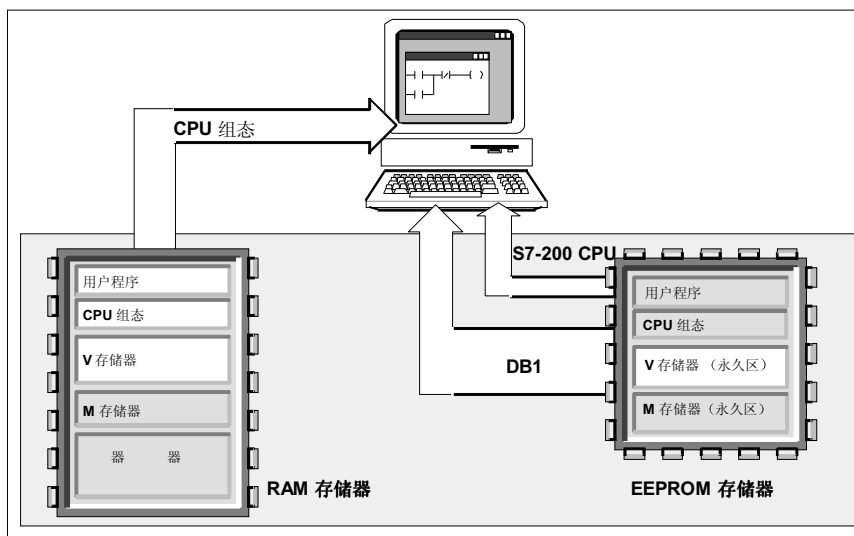

图 5-13 上装程序元素
当从 CPU 上装一个程序时，如图 5-13 所示，用户程序及 CPU 配置从 RAM中上装到个人计算机 (PC)。当上装数据块时，存于 EEPROM 中的永久数据块将同存于 RAM 中剩下的数据块 (如果有的话) 合并，然后把完整的数据块传到个人计算机 (PC) 上。